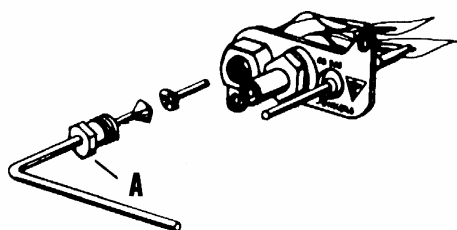

Fig. 3
De spanmoer (A) van de waakvlamleiding losdraaien en de leiding uit de waakvlambrander trekken (fig. 3).
Dévissez l'écrou (A) autour de la conduite de la veilleuse et retirez la conduite (fig. 3).